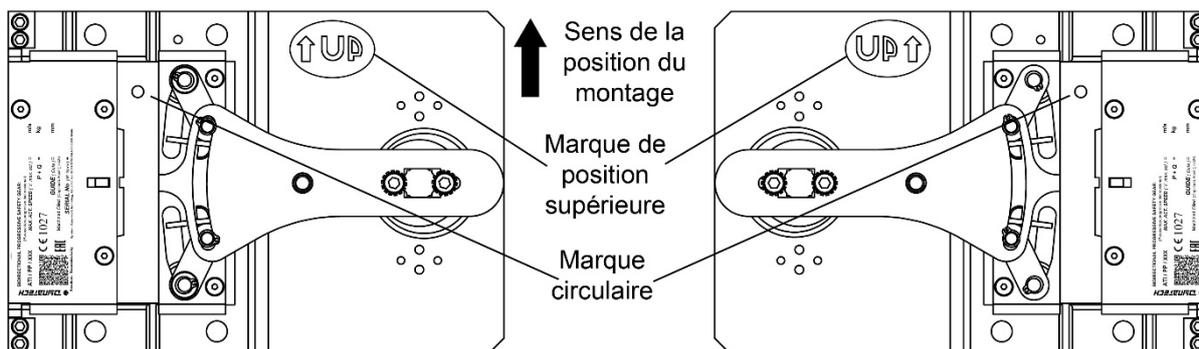

Figure 5 : Sens de la position du montage
- a) Le sens de la position du montage des parachutes devra être comme celui représenté dans la Figure 5.